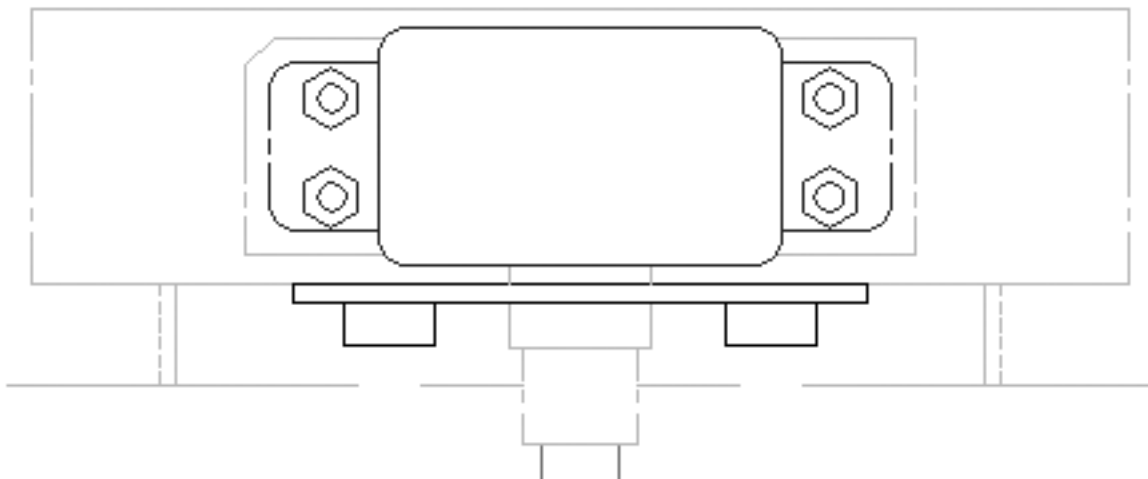

Рис. 7.4. Смеситель
6. Сохраните чертеж; он должен иметь вид, аналогичный рис. 7.4.